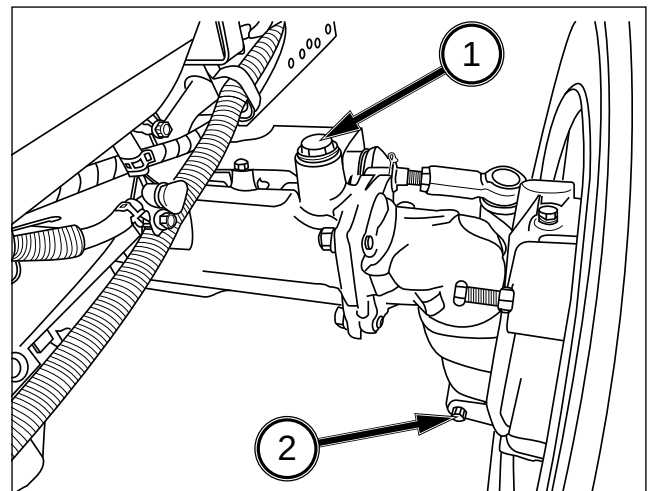

FIG. 90
FIG. 90 : Pour vérifier le niveau d'huile - Garez le tracteur sur un terrain plat et enlevez le bouchon de remplissage (1). Vérifiez que le niveau d'huile se trouve au milieu de l'arbre d'entraînement. Si nécessaire, remplissez d'huile à partir de l'orifice de remplissage.